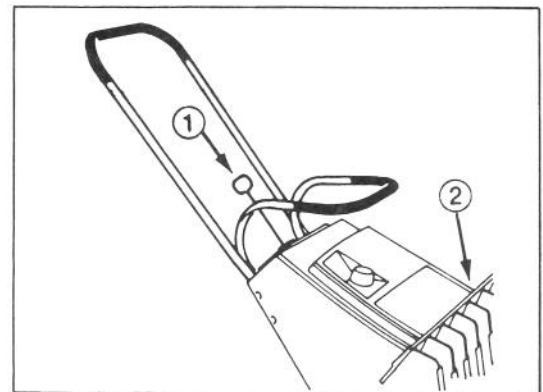

Fig. 5
1. **REGOLAZIONE DELLE PALETTE** (Fig. 5)—Mantenete le palette in posizione verticale per sgombrare la neve con maggior efficacia. Tuttavia, si può scaricare la neve sulla destra o sulla sinistra semplicemente facendo girare il comando delle palette. Riponete lo sgombraneve con le palette in posizione verticale.